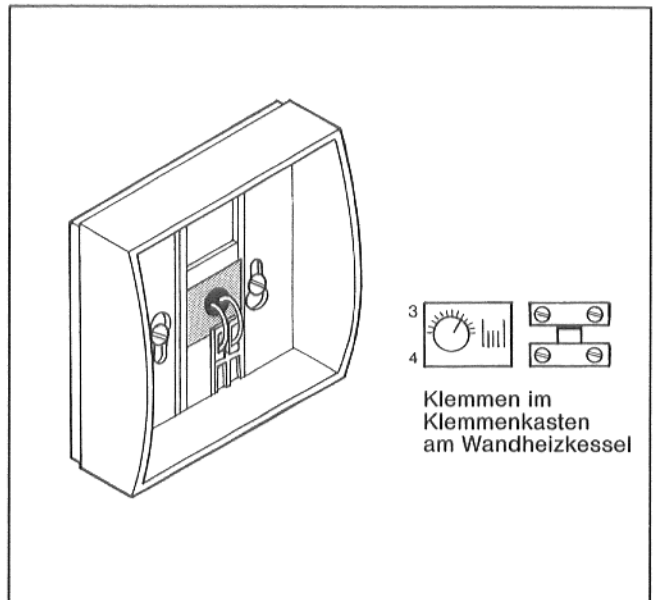

Abb. 3
- Die beiden Kabel müssen flach in der Kabelführung liegen, nicht überkreuz (Abb. 3).
- Schließen Sie den RC-Regler an die Klemmen 3 und 4  an (Abb. 3).